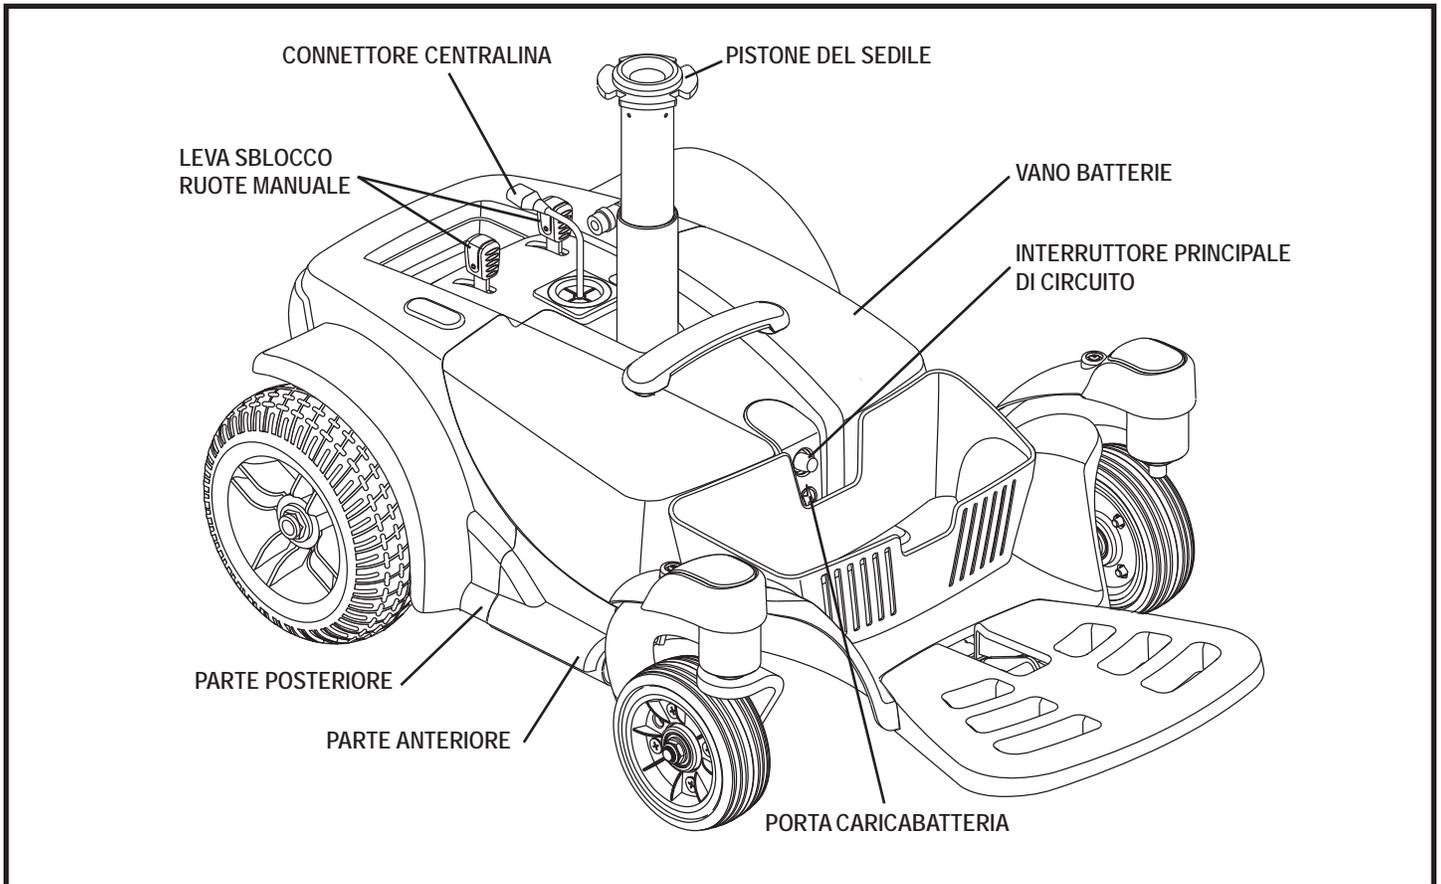

Figura 2. La base di alimentazione della Go-Chair
I componenti elettrici sono ubicati all'interno della base di alimentazione. L'interruttore del circuito principale si trova nella parte anteriore del vano batterie. Il connettore della centralina si trova nella parte posteriore della base di alimentazione. **Vedere figura 2.**
7. Collegare il connettore della centralina alla base di alimentazione. **Vedere figura 2.**